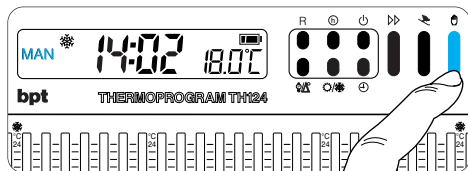

Fig. 24
**8.1** - Per passare dal funzionamento AUTOMATICO a quello MANUALE premere il pulsante  (fig. 24) (l'in-